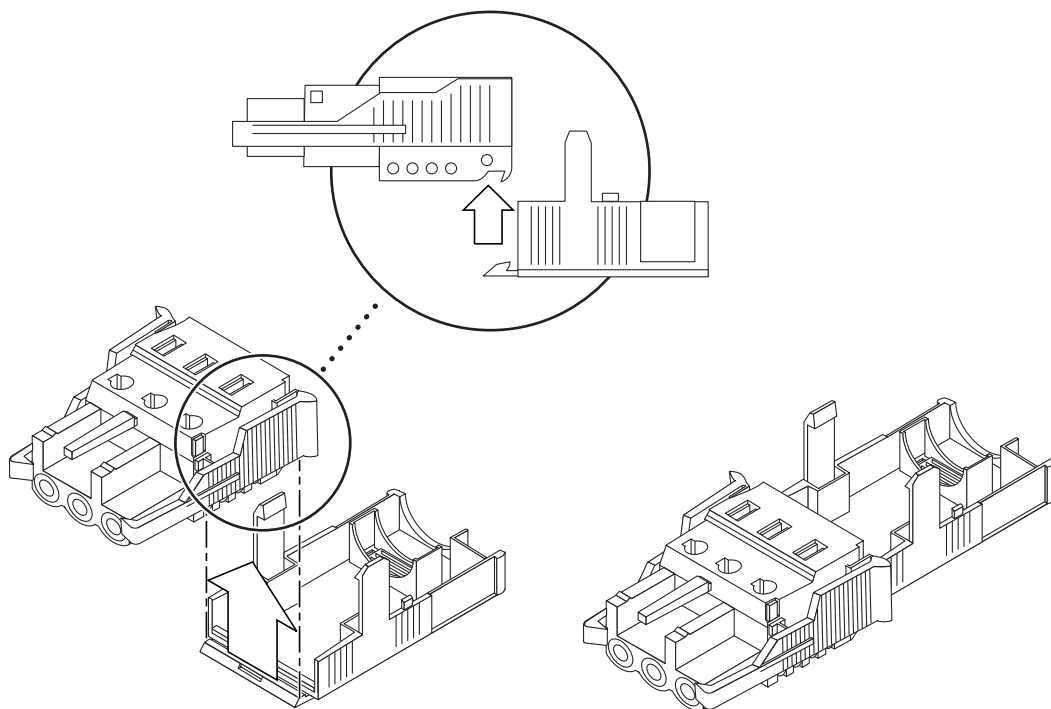

FIGURA 3-6 Introducción de la parte inferior de la carcasa de absorción de tensión
1. Introduzca la parte inferior de la carcasa de absorción de tensión en la muesca del conector de CC hasta que quede encajada en su posición (consulte la FIGURA 3-6).